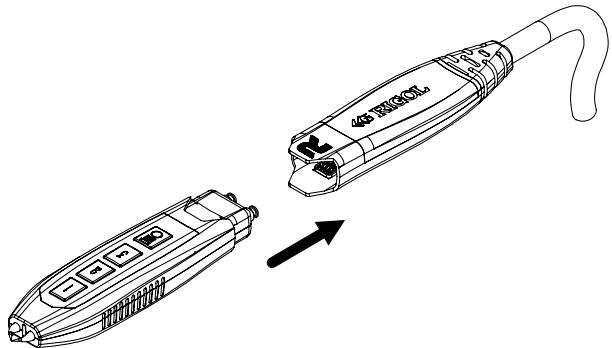

图 4.5 连接探头前端与有源探头放大器
1. 将探头前端与有源探头放大器连接，如 图 4.5 所示。